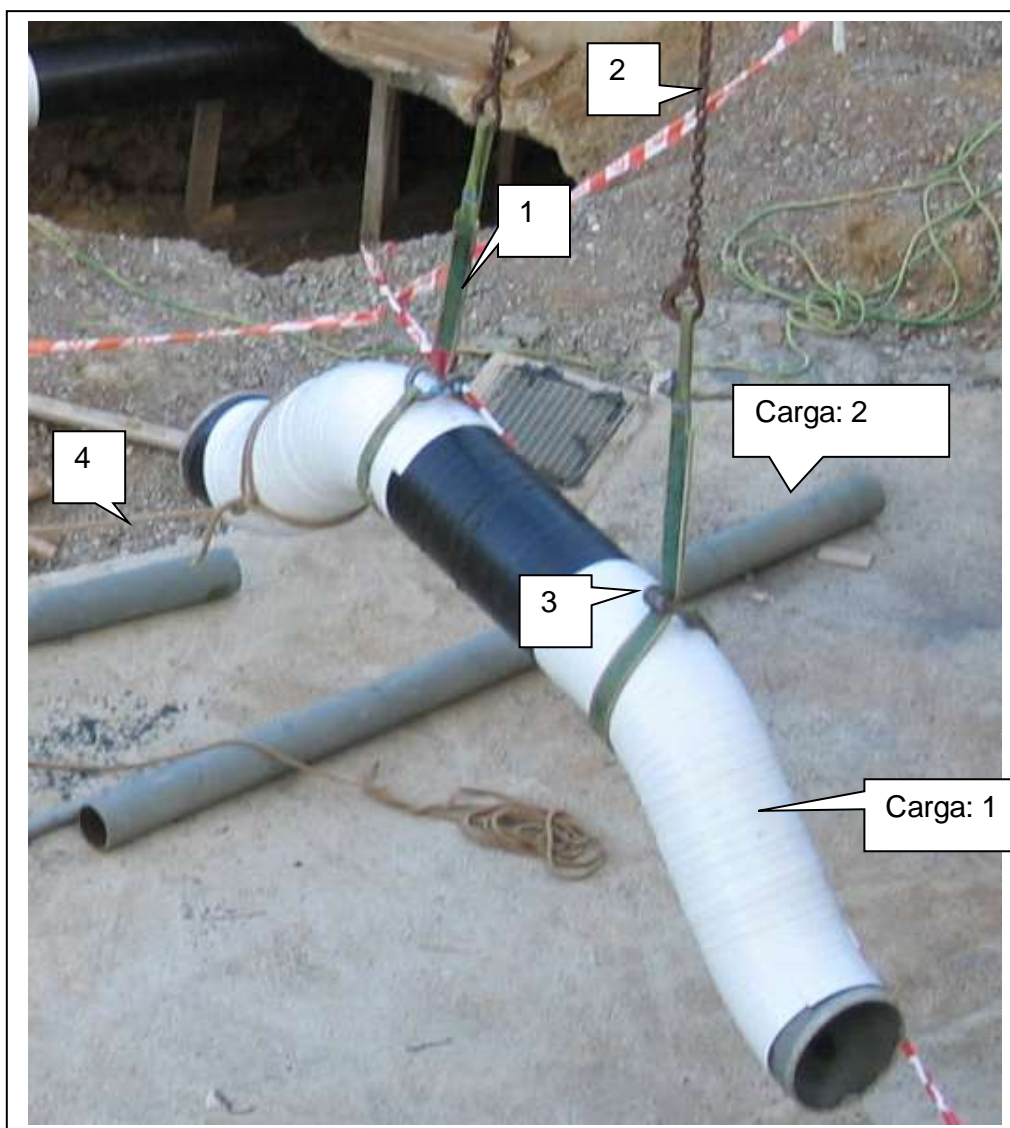

Fig 2.3 Eslingado carga
- Determinar Peso de la carga (1) (ver Fig 2.3) : (completar tabla)
- Según eslingado de Fig 2.3: Indicar si la carga es: **Estable- Inestable**
- Determinar Peso de la carga (2) (ver Fig 2.3) : (completar tabla)
- Determinar Centro de Gravedad de la Carga (2) (CG) (ver Fig 2.3)